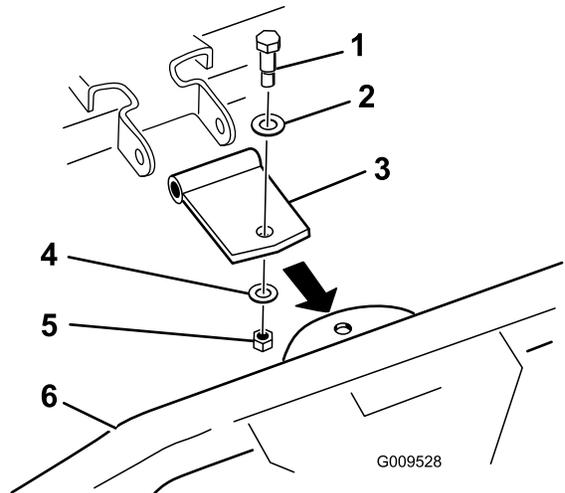

Figure 4
- Utilisez le support de pivot droit, comme illustré à la Figure 4, si le support à l'extrémité du râteau est tourné vers le bas. Mettez au rebut le support de pivot courbe.